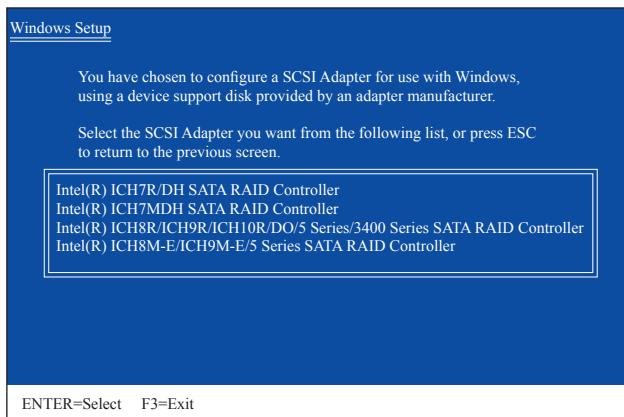

図 2
SATA RAID/AHCI ドライバを含むフロッピーディスクを挿入し、<S> を押します。次に、以下の図 2 のようなコントローラメニューが表示されます。Intel(R) ICH8R/ICH9R/ICH10R/DO/5 Series/3400 Series SATA RAID Controller を選択し、<Enter> を押します。